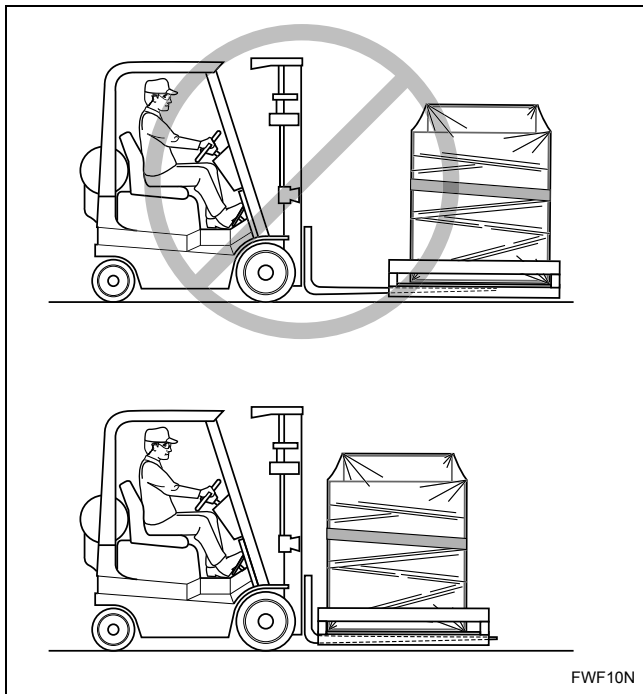

Figura 3
2. Regolare i bracci del sollevatore alla lunghezza e larghezza massima e inserirli completamente sotto il centro del pancale. Consultare la *Figura 3*.